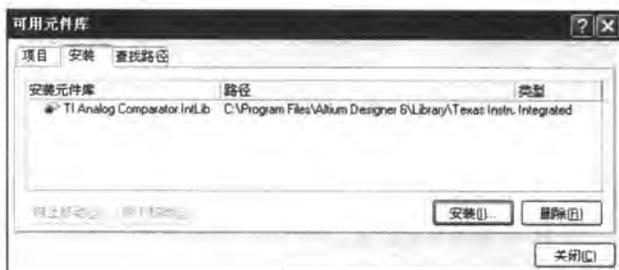

图 3-26 元器件库已加载
- [3] 在窗口中选择确定的库文件夹，打开后选择相应的元器件库。例如，选择“Texas Instruments”库文件夹中的元器件库“TI Analog Comparator.INTLIB”，单击 **打开(O)** 按钮后，该元器件库就出现在了【可用元件库】对话框中，完成了加载，如图 3-26 所示。